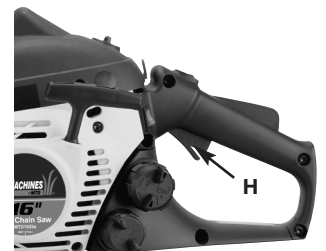

Fig. 10
11. Laissez le moteur tourner pendant 10 secondes pour le chauffer. Appuyez sur la gâchette (H) et mettez-le au ralenti. (Fig. 10)
1. Utiliser des cales de bois ou plastique (G) pour empêcher la chaîne ou le guide-chaîne (H) de se coincer dans le trait d'abattage. Les cales contrôlent aussi la chute (Fig. 10).